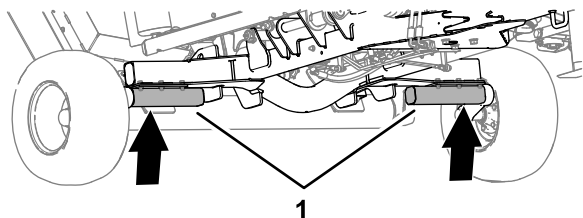

Figura 39
1. Sollevate il tosaerba nei semiassi, come illustrato nella Figura 39.